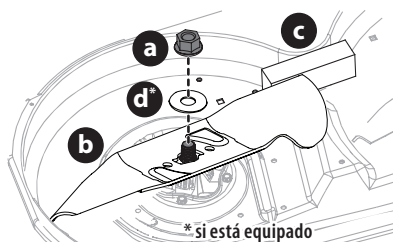

Fig. 51
- Use una llave de 15/16 pulgada para sostener la tuerca hexagonal en la parte superior del conjunto del husillo cuando afloje la tuerca hexagonal (a) y arandela (d)* que fijan la cuchilla (b). Se puede colocar un bloque de madera (c) entre el alojamiento de la plataforma y el borde de corte de la cuchilla (b) para ayudar a aflojar la tuerca hexagonal (a) y arandela (d)* que fijan la cuchilla (Fig. 51).
2. Cuando reinstale las cuchillas, asegúrese de lo siguiente (Fig. 51 en la página 70):
3. Ajuste las tuercas hexagonales (a) a 70-90 pies-libras (95-122 N-m) (Fig. 51 en la página 70).